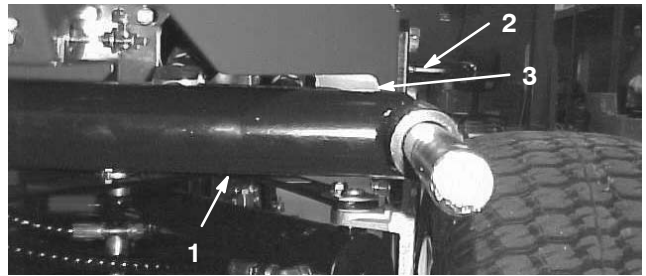
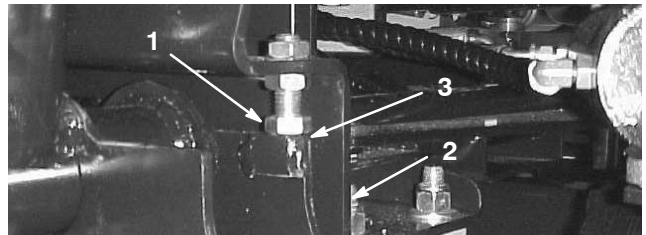
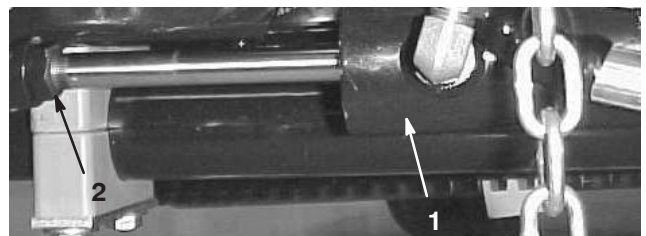

Figure 5
Figure 6
Figure 7
1. Mettez le moteur en marche, relevez les plateaux de coupe et vérifiez si l'écartement entre chaque bras de relevage et le support de la plaque de plancher est compris entre 5 et 8 mm (Fig. 5). Si ce n'est pas le cas, reculez les boulons d'arrêt (Fig. 6) et réglez le vérin de manière à obtenir l'écartement voulu. Pour régler le vérin, reculez l'écrou de blocage sur le vérin (Fig. 7), retirez l'axe à l'extrémité de la tige et tournez la chape. Remettez l'axe et vérifiez l'écartement. Répétez la procédure au besoin. Resserrez l'écrou de blocage de chape.
2. Vérifiez que l'écartement entre chaque bras de relevage et le boulon d'arrêt est de 0,13–1,02 mm (Fig. 6). Si ce n'est pas le cas, réglez les boulons d'arrêt de manière à obtenir l'écartement voulu.